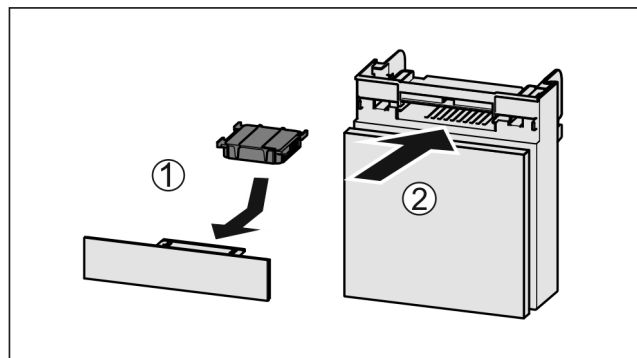

Fig. 133
- ▶ Insérer le filtre à charbon actif d'après le schéma Fig. 133 (1).
- ▶ Insérer le compartiment Fig. 133 (2).